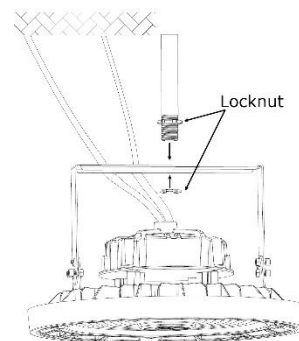

Figure 7
- 11: Ajoutez un deuxième contre-écrou au tuyau pour fixer le luminaire et le support au tuyau. (Figure 7)